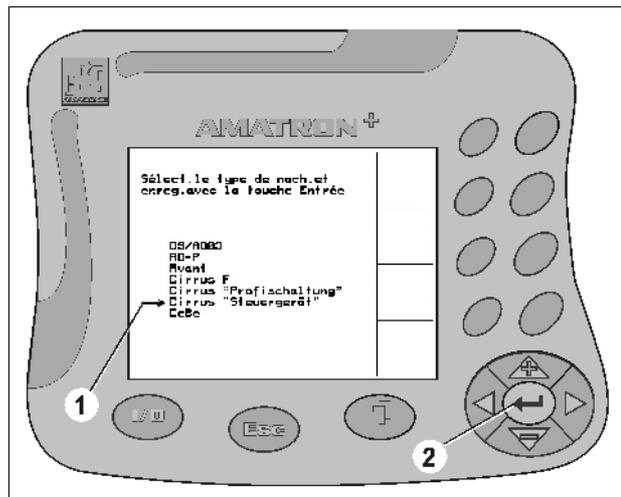

Fig. 16
- Positionner la flèche de sélection (Fig. 16/1) avec
-  Enregistrer la sélection (Fig. 16/2).